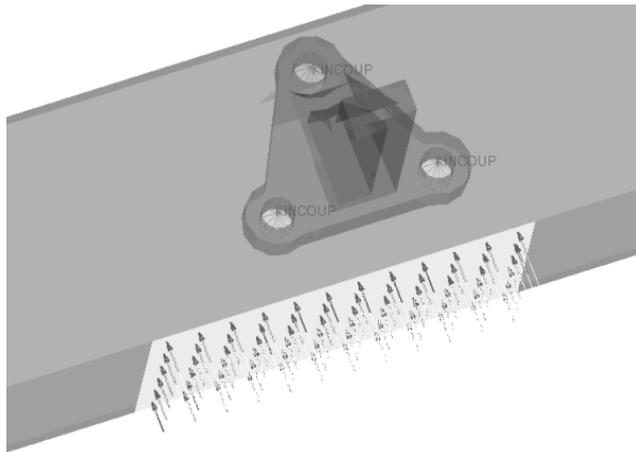

图 10-9 载荷方向
(15) 从 `element sets` 表中选择 `pressure_set`。
(16) 单击 `Review` 按钮展示施加的载荷，如图 10-9 所示。